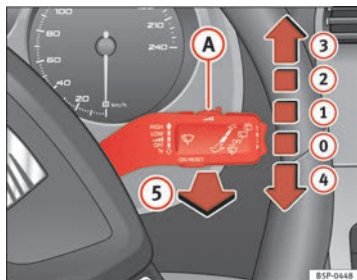

Fig. 85 Palanca del limpia-lavacristales
La palanca del limpiacristales ⇒ fig. 85 tiene las siguientes posiciones:
- Si se detiene el vehículo estando el limpiaparabrisas funcionando en la posición **2** **⇒ página 131, fig. 85** o en la posición **3**, automáticamente comenzará a funcionar en una posición inferior. Si el vehículo reinicia la marcha, el limpiaparabrisas seguirá funcionando en la posición seleccionada originalmente.